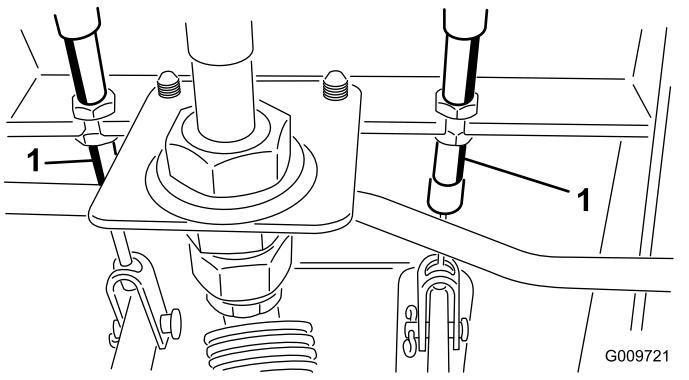

Figure 66
- A. Desserrez l'écrou avant sur l'extrémité filetée du câble de frein (Figure 66).